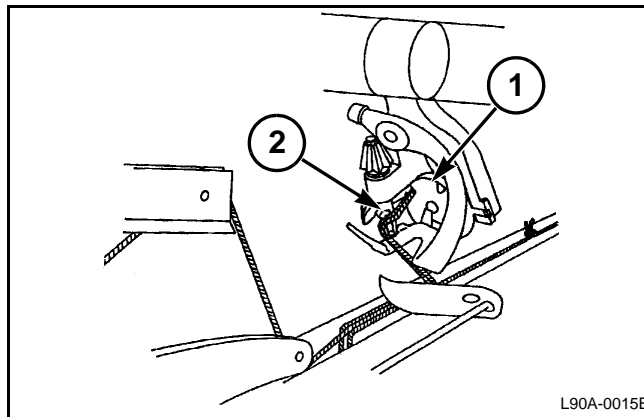

FIG. 14
FIG. 14: Si la muesca en el disco del cordel es girado muy a la derecha (avanzado), el disco de cordel no recogerá el cordel de la aguja. La podadora (2) comienza el segundo giro, recogiendo los dos cordeles.